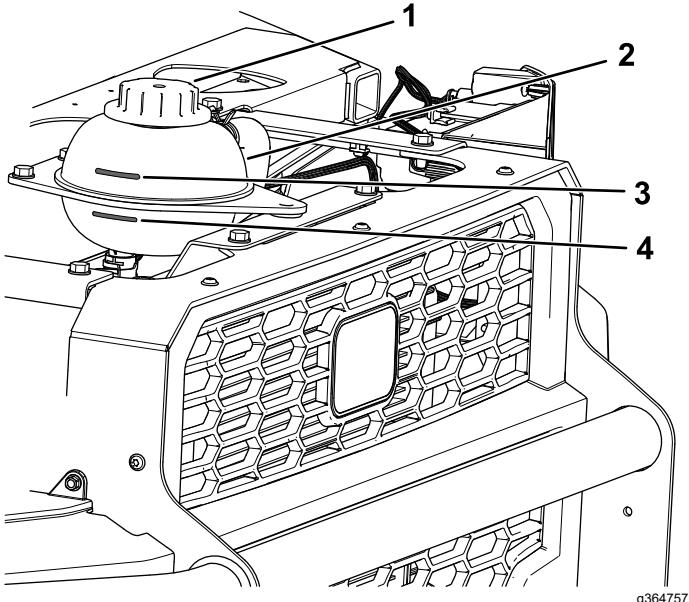

Figure 81
4. Vérifiez le niveau de liquide de refroidissement dans le réservoir (Figure 81).